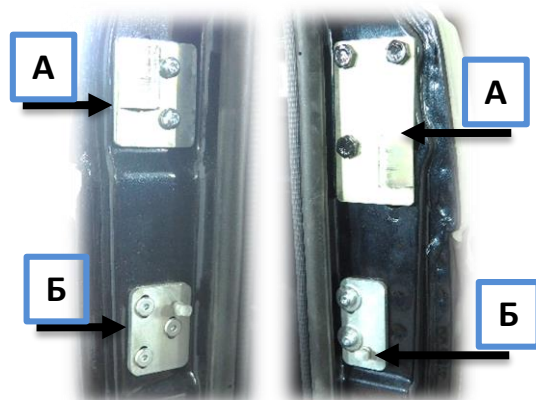

Рис.8
10. Установить левую и правую пластины с защелками замков на боковые стенки проема (рис.8, «А»). Правую пластину закрепить штатными болтами крепления петли двери М10х30х1,25 (3 шт); левую пластину - винтами Torx М8х20 с шайбами М8 обыкновенными и гроверами (2 шт). **Внимание! При установке левой пластины необходимо контролировать положение закладной пластины внутри стойки а/м! Закладная может провалиться вниз, будьте внимательны!**
11. Установить левую и правую пластины крепления ограничителей открывания борта (рис.8, «Б»). Закрепить левую пластину мебельными винтами с внутренним шестигранником М6х20, правую пластину винтами Torx М8х20 с шайбами и гроверами.